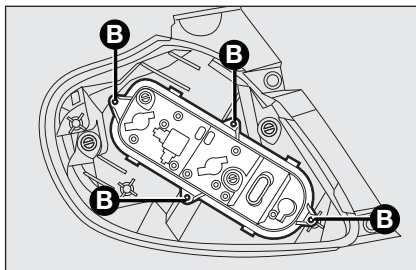

fig. 20
- scoateți suportul de bec din propriul locaș după ce ați deșurubat cele patru șuruburi de blocare **B-fig. 20**;